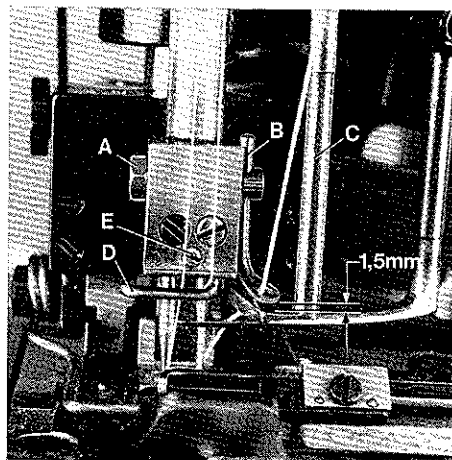

Fig.44
Rotate pulley until the needle bar is at the bottom of its stroke. Loosen nut (A, Fig. 44) and set the movable spreader thread guide (B) on needle holder to the distance of approx. 1,5 mm (1/16 in.) between spreader thread guide (C) and movable spreader thread guide (B). The eye of guide (B) should be positioned directly above the front end of the thread guide slot in the spreader thread guide (C) (see Fig. 44). Retighten nut (A).
Drehen Sie am Handrad bis die Nadelstange in ihrer untersten Stellung ist. Lösen Sie die Mutter (A, Fig. 44) und stellen Sie die bewegliche Legfadenführung (B) am Nadelhalter so, daß zwischen der Legfadenführung (C) und der beweglichen Legfadenführung (B) ein Abstand von etwa 1,5 mm ist und die Öse der Führung (B) direkt über dem vorderen Ende des Fadenführungsschlitzes der Legfadenführung (C) steht (siehe Fig. 44). Ziehen Sie die Mutter (A) wieder an.
Set the needle holder thread guide (D, Fig. 44) as close as possible to the needles without pinching the needle threads. For adjustment loosen screw (E) and set the thread guide as required, make sure that thread guide (D) clears spreader thread guide (C) when the needle bar moves up and down. Retighten screw (E).
Stellen Sie die Fadenführung (D, Fig. 44) am Nadelhalter so dicht wie möglich zu den Nadeln, ohne daß die Nadelfäden eingeklemmt werden. Nach Lösen der Schraube (E) kann die Fadenführung entsprechend gestellt werden, beachten Sie, daß die Fadenführung (D) nicht an der Legfadeführung (C) anschlägt, wenn die Nadelstange auf und ab geht. Ziehen Sie die Schraube (E) wieder an.